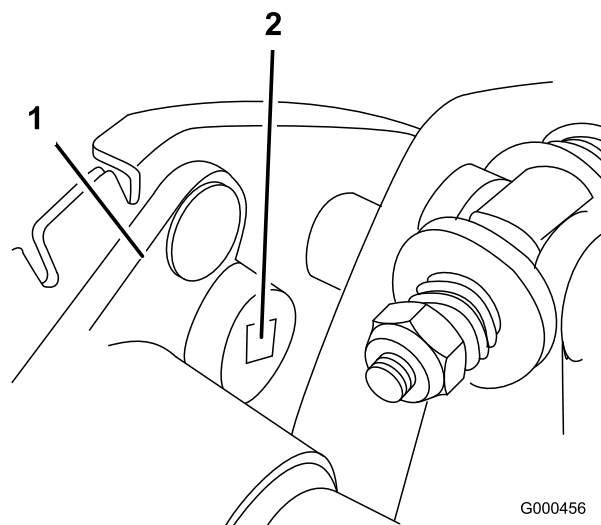

Figura 35
B. Usando una llave dinamométrica de 3/8 pulgadas, gire el alojamiento del cojinete con una fuerza de 3,9–4,5 Nm para ajustar la tensión de la correa (Figura 35)